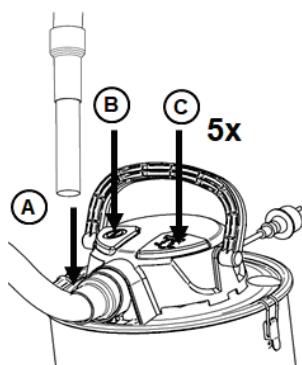

Fig. 9
La aspiradora está equipada con un sistema de limpieza de filtros ya integrado. El polvo fino y la ceniza pueden obstruir fácilmente el filtro. Para limpiar el filtro y restablecer la potencia de aspiración, proceda como se describe en la Fig. 9. Introduzca la boquilla en el soporte (A) para bloquear la aspiración. Encienda el aparato (B). Espere unos segundos hasta que el motor haya alcanzado su velocidad máxima y que la potencia esté en el nivel más alto. Pulse el botón de limpieza del filtro 5 veces (C).
La potencia de aspiración se reduce:	<ul style="list-style-type: none"> <li>- El depósito puede estar lleno y debe vaciarse. Ver fig. 8</li> <li>- Es posible que la manguera y la boquilla estén obstruidas y deban limpiarse.</li> <li>- Es posible que uno de los componentes mencionados esté dañado y deba ser sustituido.</li> <li>- El filtro puede estar obstruido. Utilice el sistema de limpieza del filtro (véase la Fig. 9) para limpiarlo.</li> <li>- Sustituya el filtro o asegúrese de que está instalado correctamente.</li> <li>- La conexión de la manguera está suelta y debe ser apretada.</li> </ul>